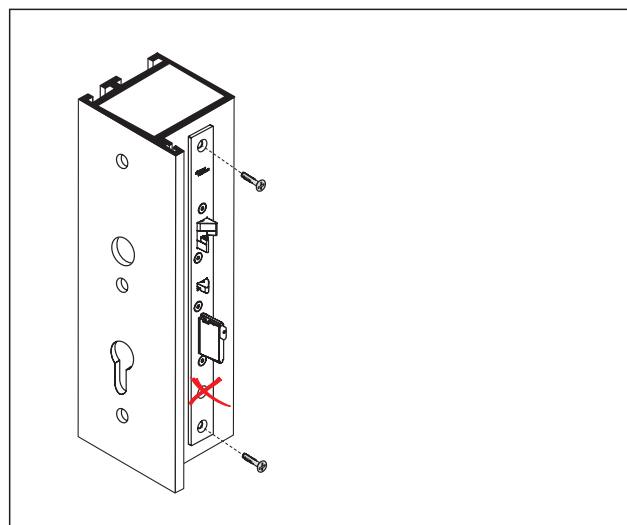

Abb. 17 Türschloss festschrauben
3. Das Türschloss festschrauben (Abb. 17).